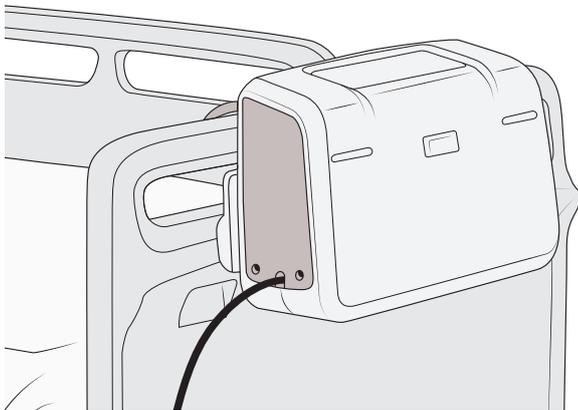

Figura 35
1. Suspenda a bomba Auralis aos pés da cama. Consulte a Figura 35